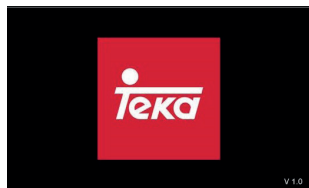
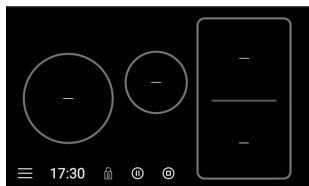

fig. 3
fig. 4
- 1 Atingeți senzorul de pornire/oprire general ① (1) timp de cel puțin o secundă. Martorul luminos de pornire (3) se iluminează și clipește indicând procesul de pornire a plitei. Pe ecranul tactil va apărea logoul Teka (fig. 3). Finalizând procesul, se ajunge direct la „ecranul principal” (fig. 4).
Odată activat „ecranul principal” (fig. 4), puteți porni plitele pe care le doriți.
Din ecranul „principal” (fig. 4) este posibil să se deconecteze simultan toate plitele prin intermediul pictogramei de oprire ③ (3).